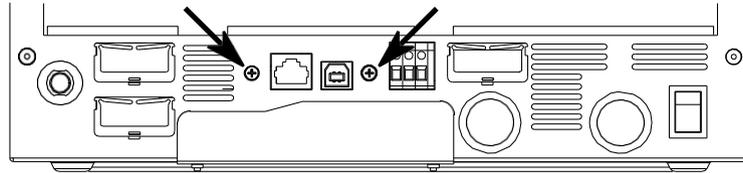

Figura 3: Ubicación de los tornillos de la tarjeta de comunicación
3. Retire la tarjeta de comunicación quitando los dos tornillos en la parte inferior del inversor, como se muestra en la *Figura 3*, y luego deslice la tarjeta de comunicación hacia la parte superior. Estos tornillos serán necesarios más adelante.